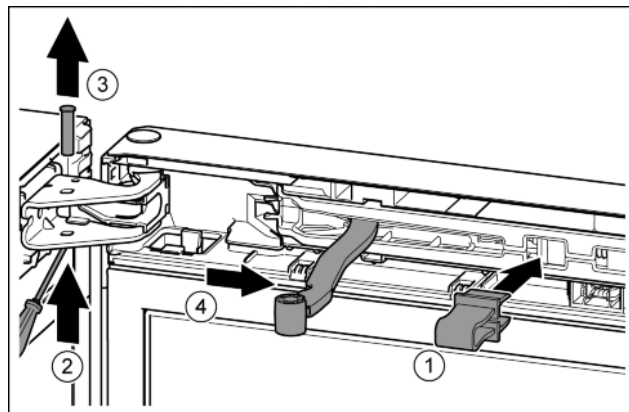

Fig. 9
- Introduire l'arrêtoir dans l'ouverture. Fig. 9 (1)
- Desserrer le boulon avec un tournevis. Fig. 9 (2)
- Sortir le boulon par le haut. Fig. 9 (3)
- Tourner l'articulation en direction de la porte. Fig. 9 (4)